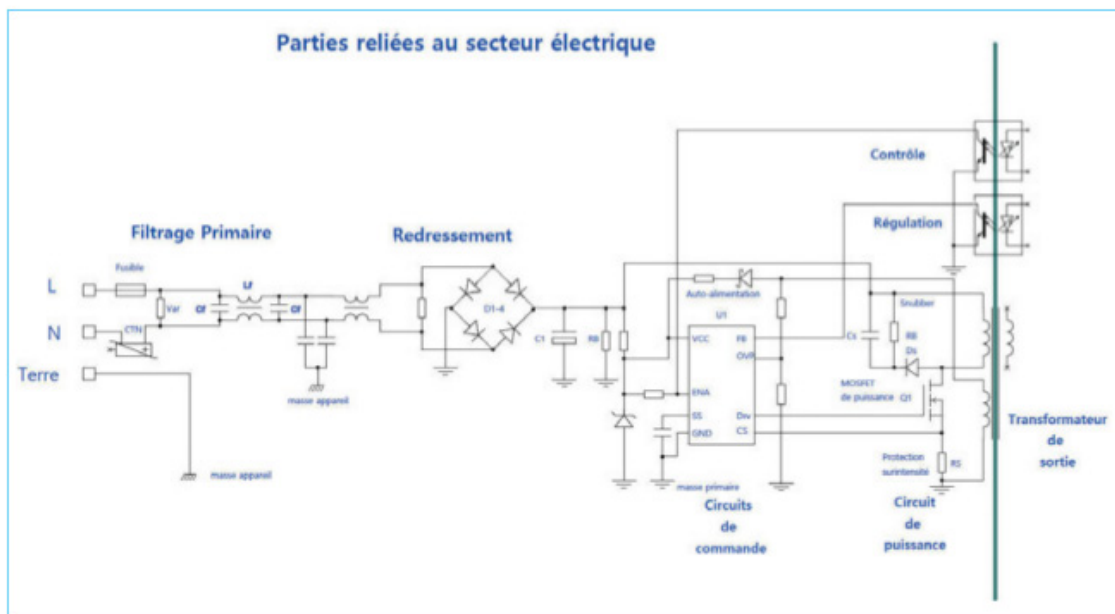

Figure 11-2. Circuit primaire d'une alimentation à découpage
Ces circuits permettent de compenser de façon simple les déphasages peu importants dans les appareils de consommation moyenne (téléviseurs LCD par exemple). Ils sont constitués par un circuit inductance capacité ( $L_f$  et  $C_f$ , voir figure 11-2) compensant essentiellement les pics de consommation, mais le facteur  $\cos \varphi$  reste faible (de valeur 0,75 à 0,8).
Sur la figure 11-2, la tension du réseau électrique après filtrage est envoyée vers un pont redresseur « D1-4 » qui transforme la tension alternative en une tension continue de forte valeur (160 à 400 V environ), qui va servir à alimenter le module de commande et le circuit de puissance alimentant le primaire du transformateur. Cette tension est filtrée par un condensateur C1 de forte valeur qui emmagasinerait l'énergie délivrée par le pont redresseur. Une résistance d'assez forte valeur est parfois placée en parallèle avec ce condensateur afin d'en assurer la décharge lorsque l'alimentation est déconnectée du réseau électrique (raison de sécurité).
Le circuit de commande est constitué d'un circuit intégré U1 dont la figure 11-2 reprend les caractéristiques importantes. Il existe une multitude de circuits de commande et le lecteur devra se reporter aux fiches techniques de chacun des composants rencontrés afin d'en comprendre le fonctionnement, étape nécessaire au dépannage du circuit de commande primaire d'une alimentation. Le circuit de commande a pour rôle de délivrer à l'étage de puissance un signal rectangulaire de fréquence et forme adéquate qui, après amplification, sera appliqué au transformateur de sortie. D'une façon générique, ce type de circuit comprend les connexions suivantes.
L'étage de puissance représenté sur la figure 11-2 est simplifié et ne comporte qu'un seul transistor MOSFET « Q1 ». Dans la pratique, l'étage de sortie est souvent constitué par deux transistors en montage « push-pull », le circuit intégré de contrôle délivrant alors deux signaux Drv adaptés à ce mode de fonctionnement, mais cela ne change pas le principe expliqué ici. Il y a peu à dire sur l'étage de puissance si ce n'est que, pour assurer sa protection en cas de demande de puissance trop élevée, une partie de son courant de « source » est prélevé par la résistance « Rs » et envoyé au circuit de commande (CS) qui pourra, si nécessaire, stopper l'alimentation ou au moins limiter l'intensité supportée et ainsi protéger « Q1 ».